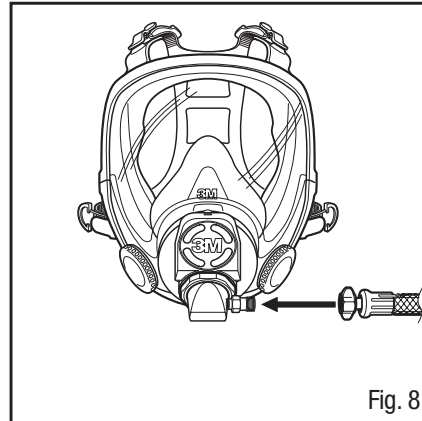

Fig. 8
2. Raccorder le tuyau de respiration W-3188 3MMC à l'adaptateur (Fig. 8).
- Raccorder le tuyau de respiration W-3188 3MMC à la soupape de régulation d'air (Fig. 8).